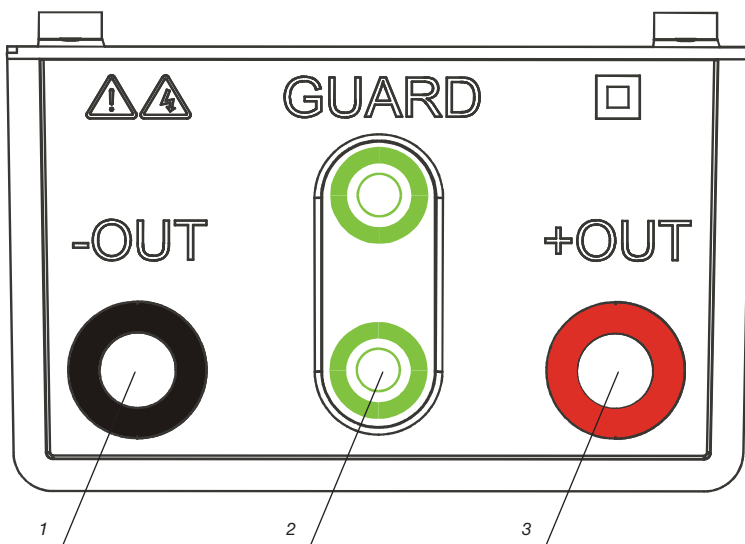

Fig. 3 Diagrama de conectores de cables de prueba
- Cuatro enchufes de seguridad tipo banana para cables de prueba (fig. 3)